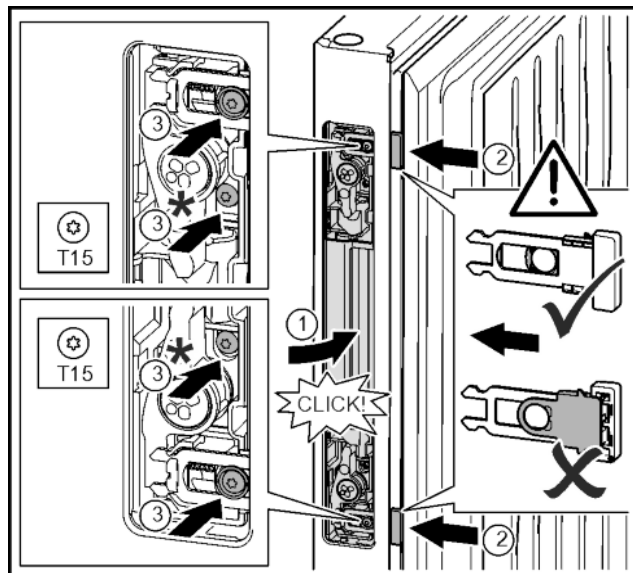

Fig. 33
- ▶ Przechylić uchwyt do otworu po drugiej stronie i zazębić. Fig. 33 (1)
- ▶ Wsunąć zasuwę do otwierania drzwi przez otwory aż się zatrzaśnie. Fig. 33 (2)
- ▶ Dokręcić śruby wraz z osłoną z tworzywa sztucznego przy użyciu śrubokręta T15. Fig. 33 (3)